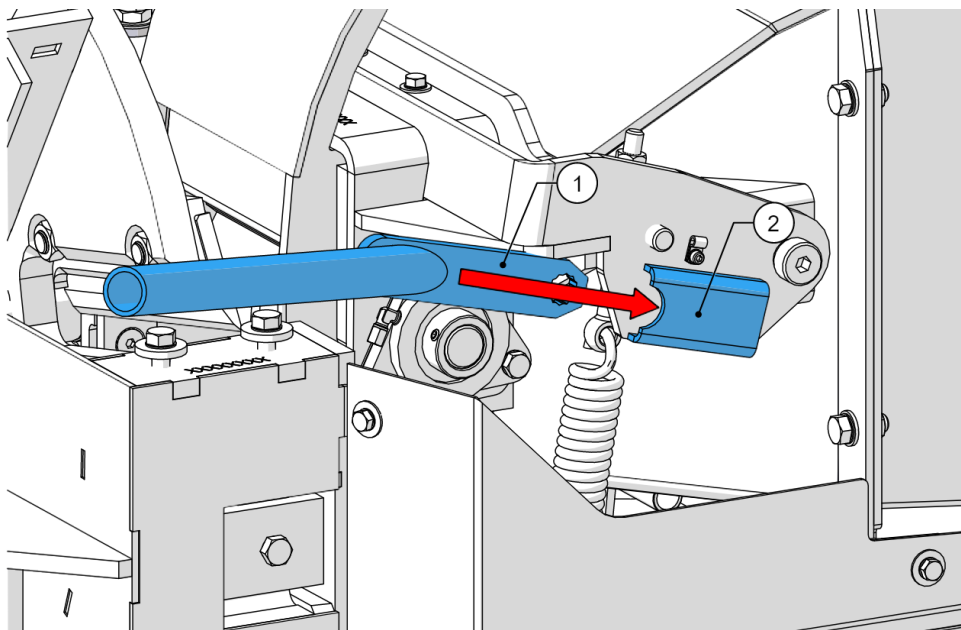

Figure 36 - Tension du ressort du rouleau d'alimentation
11. Insérez l'outil de levage du rouleau d'entraînement supérieur (1, Figure 36) dans la fente (2, Figure 36).